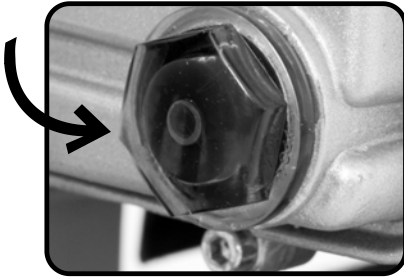

Fig. 9 – Visor do óleo
Se o nível do óleo estiver abaixo do centro do visor, conforme Fig. 9 e 10, o operador deve completar o nível até atingir o centro do visor, instruções no item 7.4.3. Caso o nível esteja acima do centro do visor, o operador deve retirar o excesso de óleo, instruções no item 7.4.4, até que o óleo esteja no centro do visor.